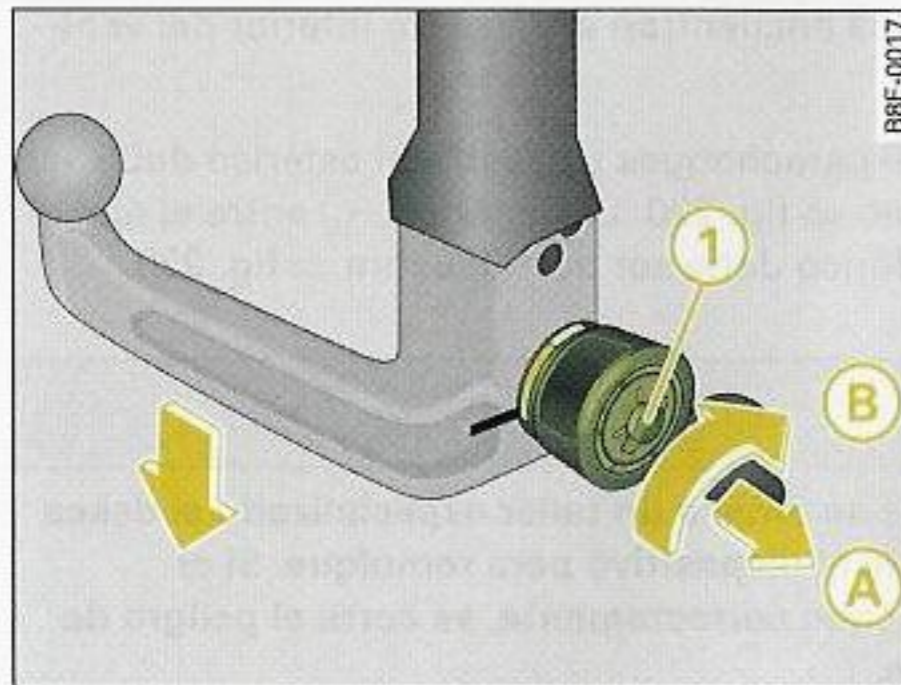

Fig. 218 Dispositivo desmontable para remolque: Desmontar la rótula
- Introduzca la llave en la cerradura ① ⇒ fig. 218 de la rueda moleteada.